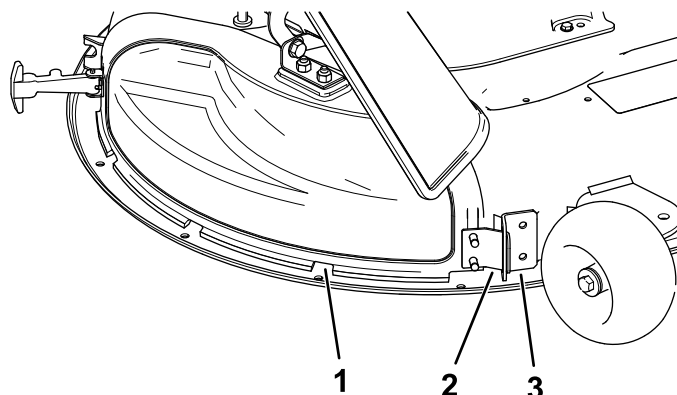

Bild 13
5. Winkeln Sie die Metallnase an der Auswurfkanalabdeckung aus dem Schlitz in der Halterung ab, die am Mähwerk angeschweißt ist (Bild 13).